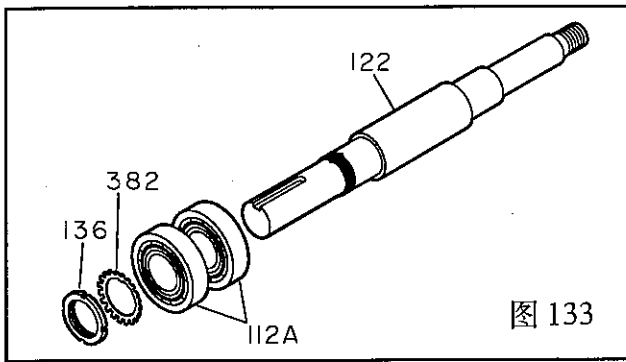

图 133
2. 将止推轴承(112A)装到轴(122)上。(图 133)